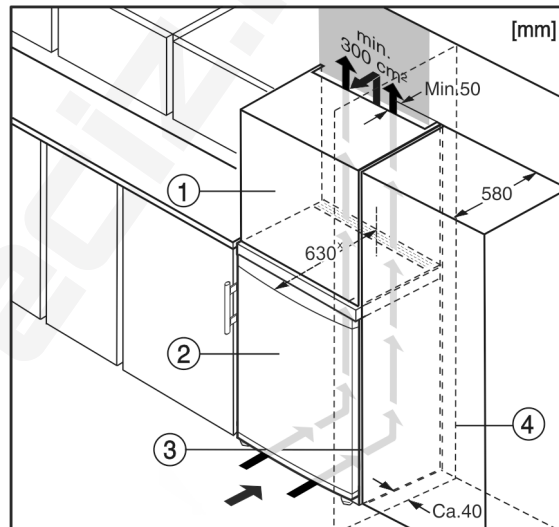

Fig. 10
(1) Rátétszekrény*
(2) Berendezés*
(3) Konyhaszekrény*
(4) Fal*
A készüléket körbe lehet építeni konyhaszekrényekkel. Rá lehet szerelni Fig. 10 (2) egy rátétszekrényt, hogy a készüléket a konyhabútorok magasságához Fig. 10 (1) igazítsa.
Ha (max. 580 mm mélységű) konyhaszekrényekkel építi körül, akkor a berendezést közvetlenül a konyhaszekrény Fig. 10 (3) mellett is felállíthatja. A készülék oldalirányban 34 mm^x, a közepétől pedig 50 mm^x távolságban nyúlik túl a konyhaszekrény előlapjához képest.*
Mikor a berendezést a csuklópántokkal egy fal *Fig. 10 (4)* mellett állítja fel, akkor a berendezés és a fal közti távolság legalább 40 mm legyen. Ez nyitott ajtó esetén megfelel a fogantyú túlnyúlásának.*